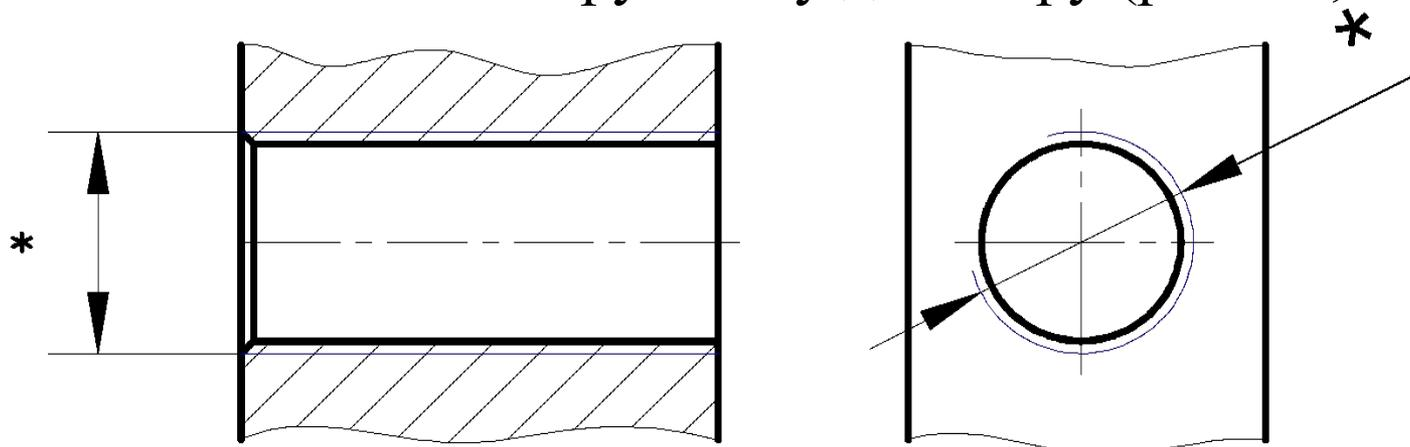

Рис. 5.8
б) в отверстии - сплошными основными линиями по внутреннему диаметру резьбы и **СПЛОШНЫМИ ТОНКИМИ ЛИНИЯМИ** - по наружному диаметру (рис.5.8, 5.9).
5.2.3. Штриховку в разрезах и сечениях проводят до сплошной основной линии (рис. 5.8, 5.9, 5.11, 5.12, 5.13.5 14)